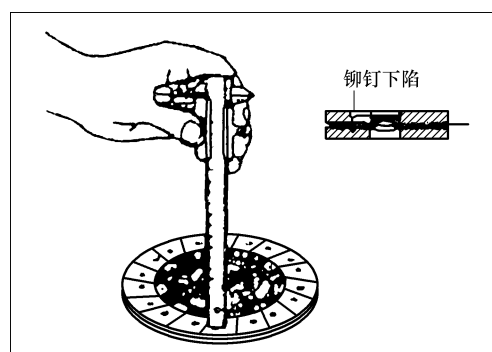

图 3-14 测量铆钉下陷量
② 离合器盘
b. 如图 3-14 所示，测量铆钉下陷量，如果超出规定要求，则应更换离合器盘。极限值：最小 0.3mm。